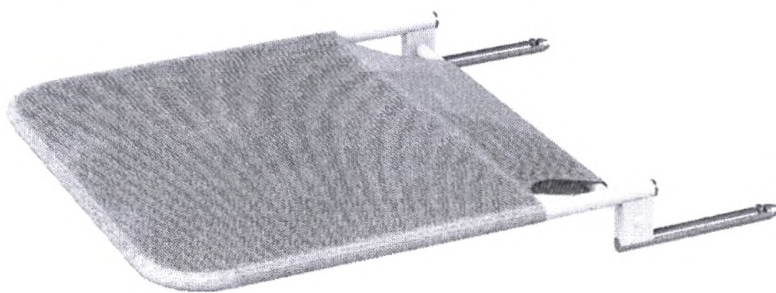

Рисунок 6. Секция ножная легкая.
6. Секция ножная легкая (Рисунок 6). Позволяет расширить функции кресла до уровня операционного стола. Состоит из металлического каркаса, обтянутого чехлом. В раме сиденья кресла предусмотрены отверстия для установки секции ножной.